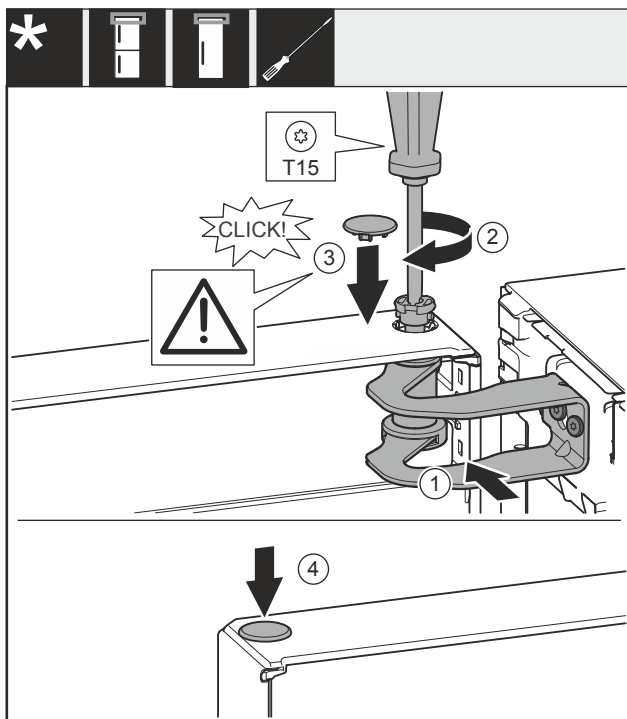

Fig. 54
- ▶ Выровняйте дверь по отверстию в опорном кронштейне Fig. 54 (1).
- ▶ Вставьте палец Fig. 54 (2) и затяните отверткой.
- ▶ Установите крышку Fig. 54 (3).
- ▶ Проследите за тем, чтобы крышка Fig. 54 (3) прилегала к дверям.
- ▶ Установите крышку Fig. 54 (4).